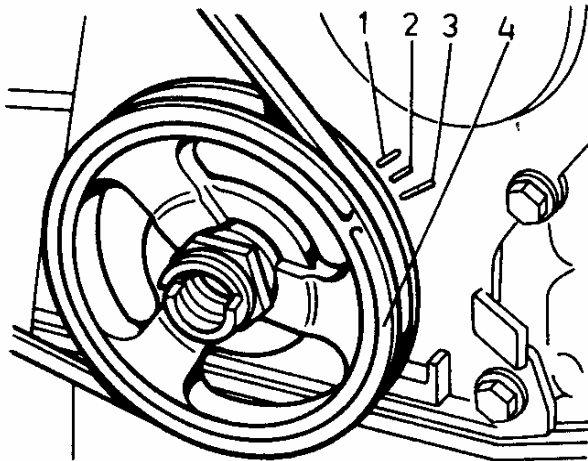

Fig. 42. Referencias en la polea y en la tapa del accionamiento del mecanismo de la distribución: 1 - 10°; 2 - 5°; 3 - 0°; (BMT- P.M.S.); 4 - marca en la polea.
- conecte el encendido y gire lentamente el cigüeñal con la manivela de puesta en marcha; si la puesta a punto del encendido es correcta, la lámpara de control deberá encenderse cuando la marca 4 (Fig. 42) en la polea del cigüeñal coincide con la marca 2 en la tapa del accionamiento del mecanismo de la distribución, y el contacto del dedo 2 (Fig. 41) se deberá encontrar frente al contacto del primer cilindro en la tapa del distribuidor.
- gire el cigüeñal con la manivela de puesta en marcha, instalándolo en la posición en la que el contacto del dedo esté orientado hacia el lado del contacto del primer cilindro en la tapa del distribuidor, y la marca 4 (Fig. 42) coincida con la marca 2 (en esto el pistón del primer cilindro no llega 5° hasta el P.M.S. al medir por el ángulo de giro del cigüeñal);